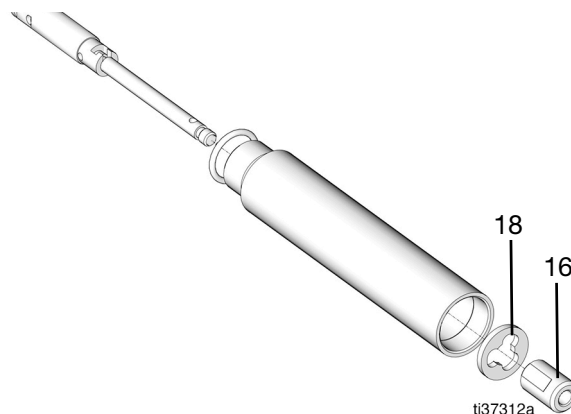

図 40
22. シャトルバルブ (16) を取り外します (図 40)。
23. スペーサー (18) を取り外します (図 40)。